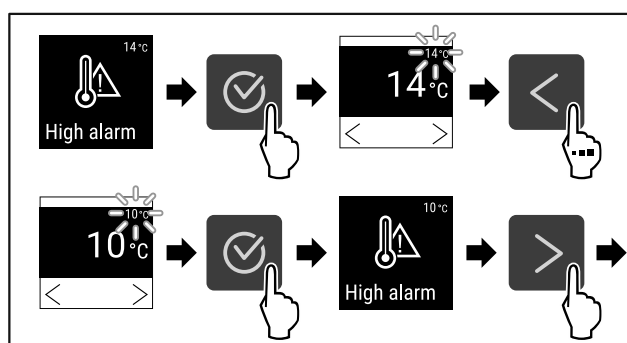

Fig. 127
- Stappen (zie Fig. 127) uitvoeren.